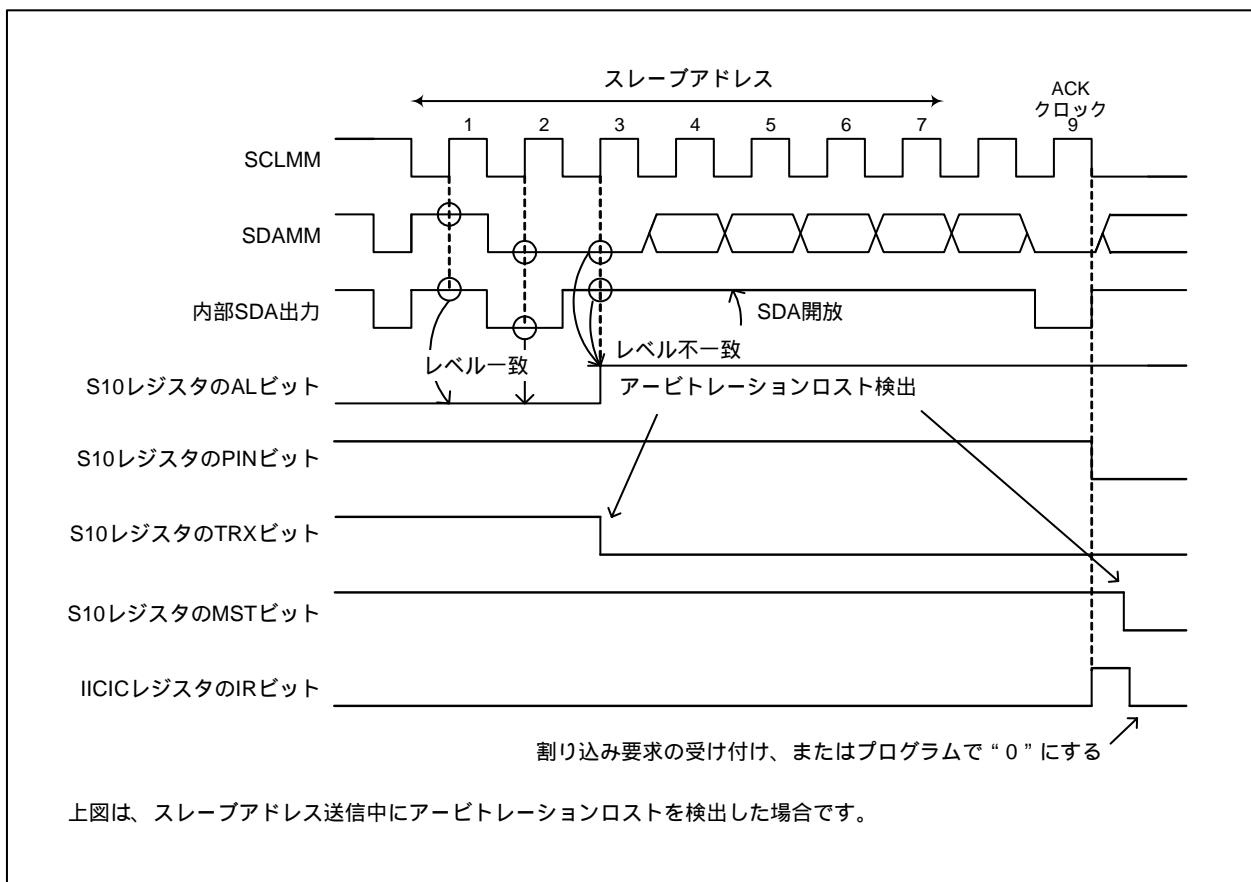

図21.12 アービトレーションロスト検出時の動作例
- 図21.12にアービトレーションロスト検出時の動作例を示します。